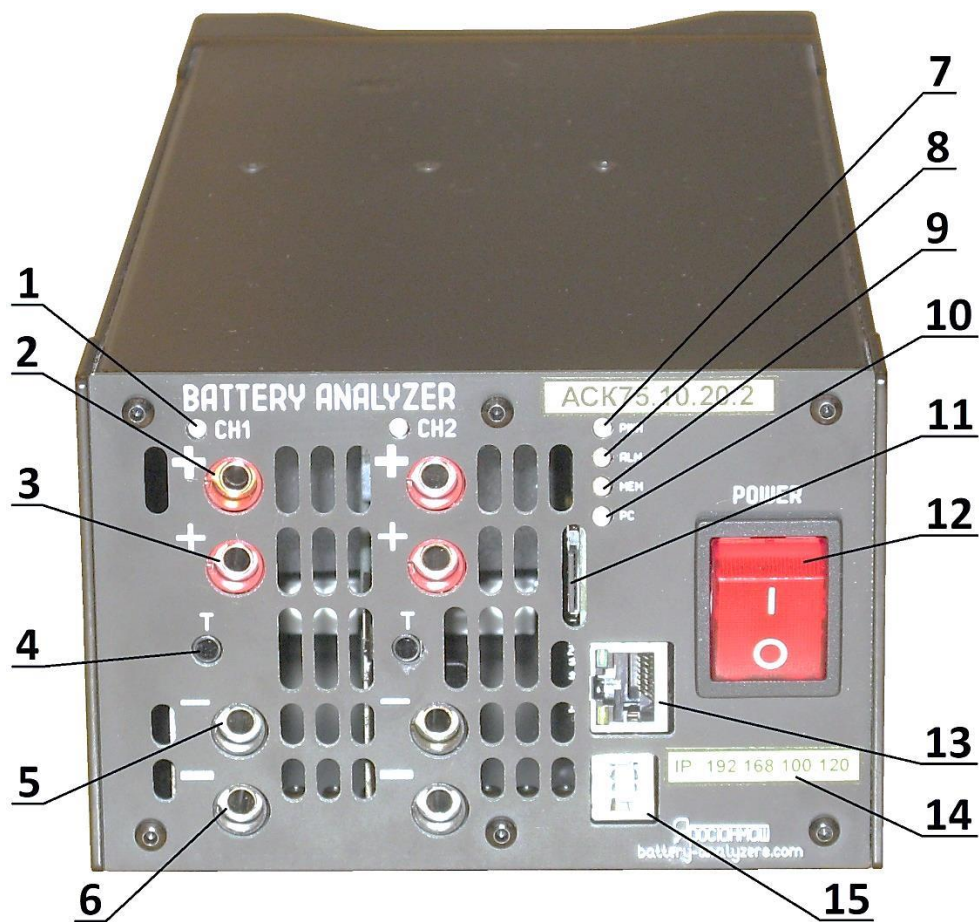

Рисунок 1 - Передняя панель Анализатора АСК75.10.20.2
Индикация состояния модуля заряда-разряда **МЗР** осуществляется трехцветным индикатором **КАНАЛx** (позиция 1, рисунок 1 и 4).
- **PWR** (ПИТАНИЕ) – светится, если на прибор подано питание 220 В и включен выключатель "POWER" (СЕТЬ) (позиция 12, рисунок 1 и 5);